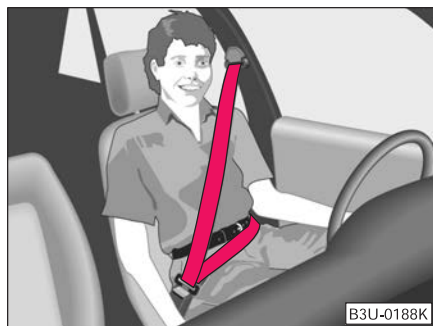

Fig. 93 Desfășurarea benzii centurii de siguranță de umăr și de bazin
- Partea de umăr a centurii nu trebuie să treacă niciodată peste gât, ci trebuie desfășurată corect peste mijlocul pieptului. Partea de bazin a centurii nu trebuie să treacă peste stomac, ci trebuie desfășurată corect peste bazin ⇒ **Pagina 117, Fig. 93**. Banda centurii trebuie desfășurată corect.